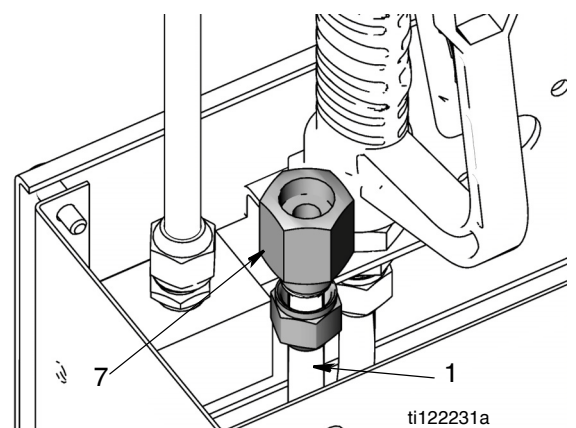

Рис. 17
7. Подсоедините входной жидкостной патрубком (1) к входному жидкостному фитингу (7) (Рис. 17). Надежно затяните.